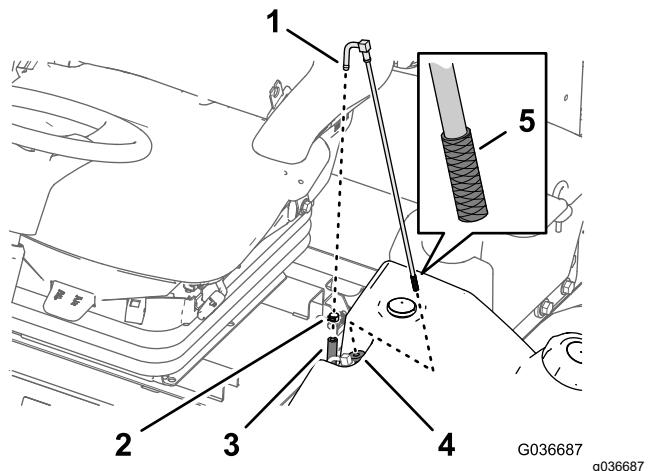

Figura 97
- Retire la manguera del acoplamiento (Figura 97).
- Eleve el tubo de aspiración de combustible del depósito de combustible (Figura 97).
- Limpie cualquier residuo de la rejilla al final del tubo de aspiración de combustible (Figura 97).
- Inserte el tubo de aspiración de combustible a través del casquillo de goma y en el depósito (Figura 97).
- Retire la abrazadera que fija la manguera de suministro de combustible al acoplamiento del tubo de aspiración de combustible (Figura 97).